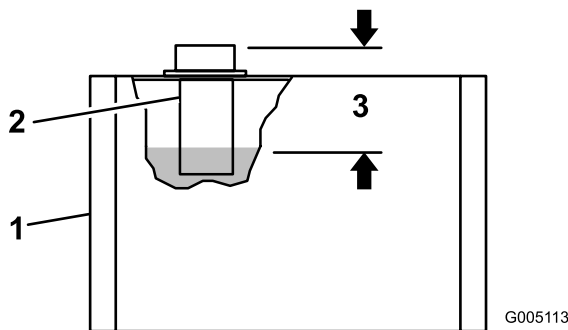

Figure 20
2. Retirez le bouchon du dessus du réservoir et vérifiez le niveau d'huile. Le liquide doit arriver à environ 89 mm en dessous du haut de l'orifice de remplissage (Figure 20).